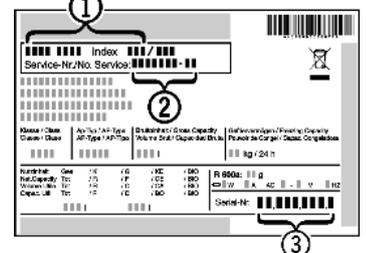

Fig. 53
- ▶ Gerätebezeichnung Fig. 53 (1), Service-Nr. Fig. 53 (2) und Serial-Nr. Fig. 53 (3) vom Typenschild ablesen. Das Typenschild befindet sich an der linken Geräteinnenseite.